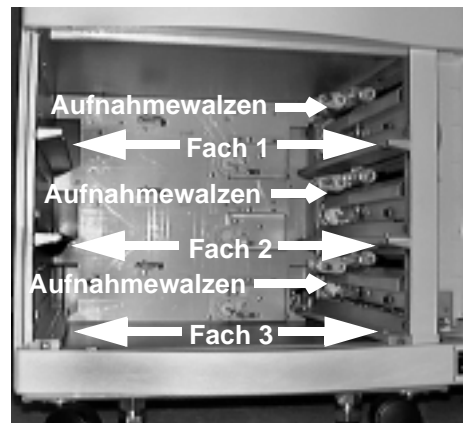

Abbildung 4-38 Entfernen der Papierfächer - alle Fächer abgenommen
1. Nehmen Sie alle Papierfächer aus dem Drucker und legen Sie sie auf einer Arbeitsfläche ab, wie in Abbildung 4-38 gezeigt. Sie erhalten auf diese Weise leichteren Zugang zu den Walzen.